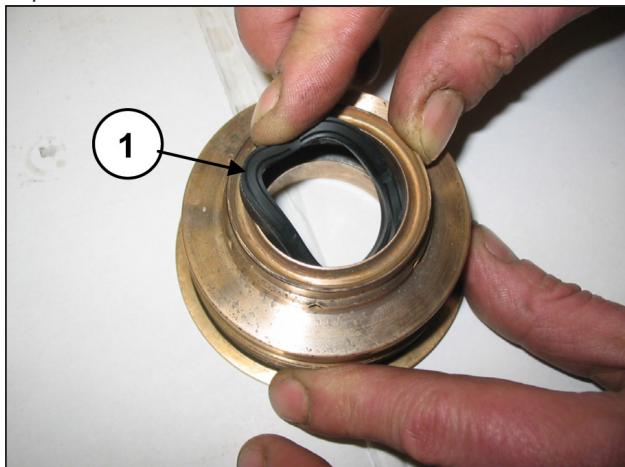

Abb. 174
Setzen Sie die ND-Dichtung in den Dichtungshalter KC ein (Pos. ①, Abb. 174) und achten Sie hierbei auf die Einbaurichtung mit nach vorn gerichteter Dichtlippe (zum Kopf hin).